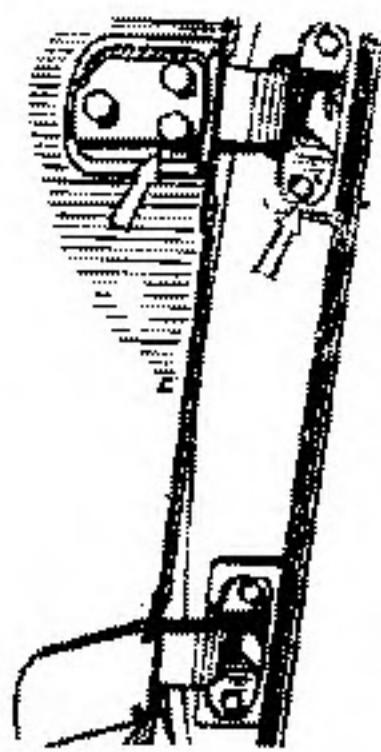

Рис. 18. Места регулировки двери
61. Проверить состояние, крепление и действие замков капота и дверей, петель дверей и капота, ручек кабины, противосолнечных козырьков, запоров бортов, при необходимости отрегулировать (рис. 18)